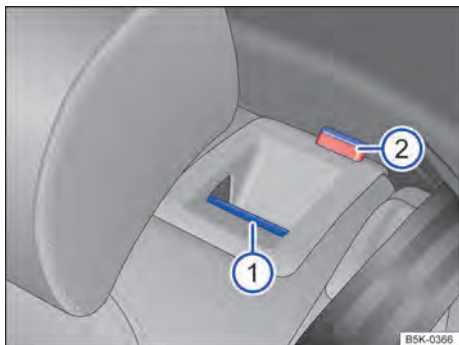

Fig. 67 No encosto do banco traseiro: botão de desbloqueio.
- Puxar o botão de destravamento → Fig. 67 ① para frente e, ao mesmo tempo, rebater o encosto do banco traseiro para frente.
- A respectiva parte de encosto do banco traseiro estará destravada quando a marcação vermelha → Fig. 67 ② estiver visível.
- A marcação vermelha → Fig. 67 ② não pode mais estar visível.